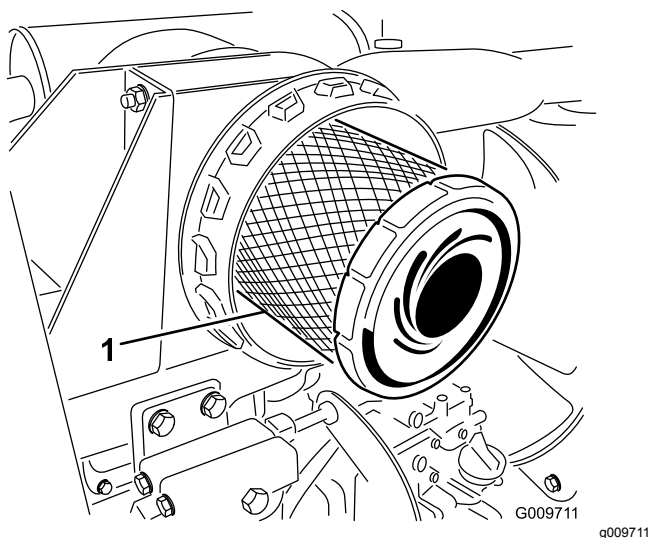

Figura 51
4. Retire e substitua o filtro primário (Figura 51).